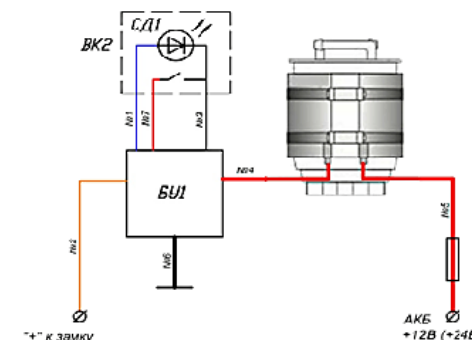

Рисунок 4
**подогрева по таймеру** (рисунок 4):